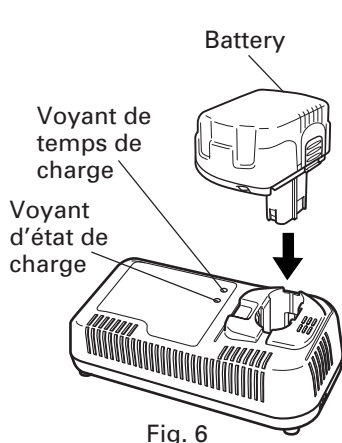

Fig. 6
2. Insérer la batterie dans le chargeur de batterie. Insérer la batterie dans le chargeur de batterie comme indiqué à la Fig. 6. Bien s'assurer qu'elle touche le fond du chargeur de batterie.